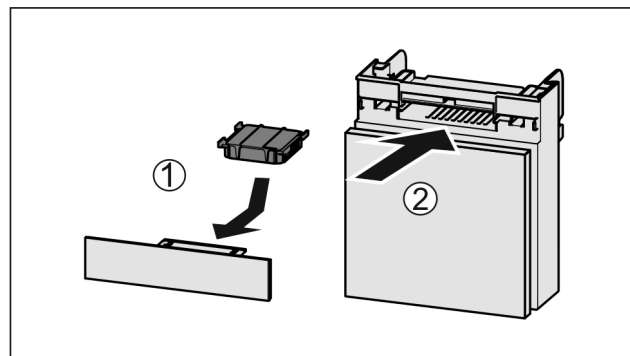

Fig. 273
- Aktivkohlefilter nach Abbildung einsetzen Fig. 273 (1).
- Fach einschieben Fig. 273 (2).